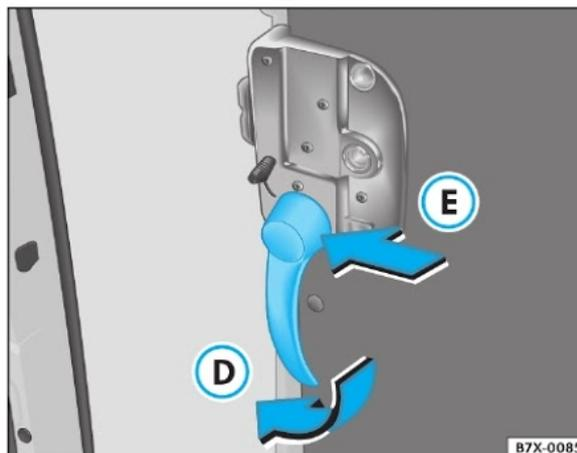

Fig. 26 Sequência para fechamento da porta corredeira
- Gire a maçaneta para a frente ⇒ fig. 26 (D) para desbloqueá-la.
- Empurre a porta firmemente para frente, pela região indicada ⇒ fig. 26 (E), até que fique perfeitamente fechada.